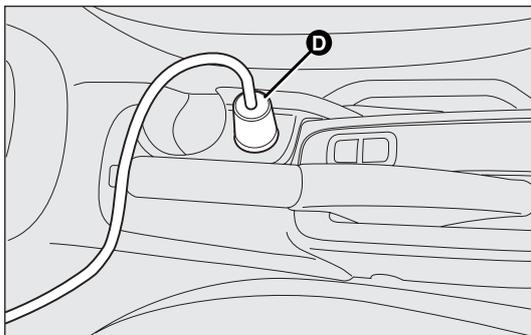
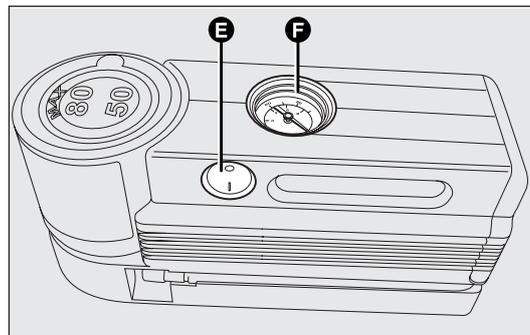

fig. 144
fig. 145
- ❑ asegúrese de que el interruptor D-fig. 145 del compresor esté en posición 0 (apagado), ponga en marcha el motor, conecte el enchufe D-fig. 144 en la toma de corriente y accione el compresor colocando el interruptor E-fig. 145 en posición I (encendido). Inflar el neumático de acuerdo con la presión indicada en el apartado Presiones de inflado en frío , en el capítulo Datos técnicos . Para obtener una lectura más precisa, se recomienda controlar el valor de la presión en el manómetro F-fig. 145 con el compresor apagado;